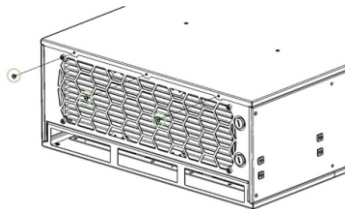

Рисунок 12 – Извлечение винтов фиксации верхней крышки с задней панелью
– открутите шестигранным ключом s2 три винта М3 с полукруглой головкой, фиксирующих верхнюю крышку с задней панелью (рисунок 12);